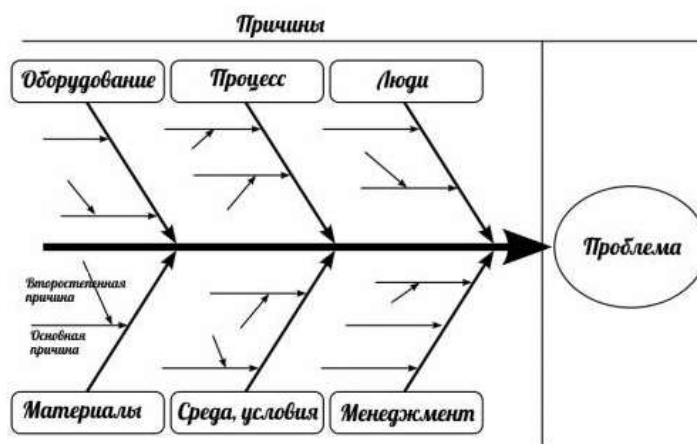

Рис.1 - Схема Фишбоун
- Метод «Фишбоун» (Рыбий скелет) В основе Фишбоуна — схематическая диаграмма в форме рыбьего скелета. Схема Фишбоун представляет собой графическое изображение, позволяющее наглядно продемонстрировать определенные в процессе анализа причины конкретных событий, явлений, проблем и соответствующие выводы или результаты обсуждения (рис.1).